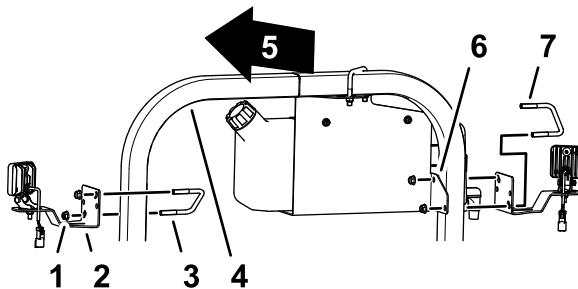

Figura 5
1. Sul lato sinistro del ROPS, rimuovete il bullone a U (3/8" x 3 1/2" x 2-13/16") e il dado di bloccaggio flangiato che fissano il supporto del serbatoio dell'acqua dolce al tubo del ROPS (Figura 5).
2. Montate la luce LED e la staffa sul tubo del ROPS e sul supporto del serbatoio dell'acqua dolce, come illustrato nella Figura 5 con il bullone a U (3/8" x 3 1/2" x 2-13/16") e il dado di bloccaggio flangiato (3/8") che avete rimosso al passaggio 1.
3. Sul lato opposto del tubo del ROPS, montate la luce LED e la staffa sul tubo del ROPS con un bullone a U (3/8" x 3 1/2" x 2-13/16") e un dado di bloccaggio flangiato (3/8") del kit luci operative posteriori (Figura 5).